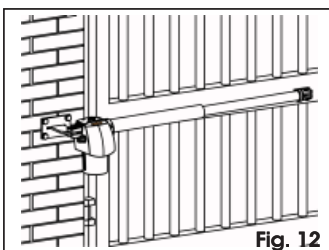

Fig. 12
- ⚠** El operador G-BAT está disponible en versión derecha e izquierda. El operador siempre ha de estar posicionado como se indica en la Fig. 12. Por operador derecho se entiende el operador que, mirando la cancela por el lado en el que se instala el operador, se encuentra a la derecha de la hoja (o en la hoja